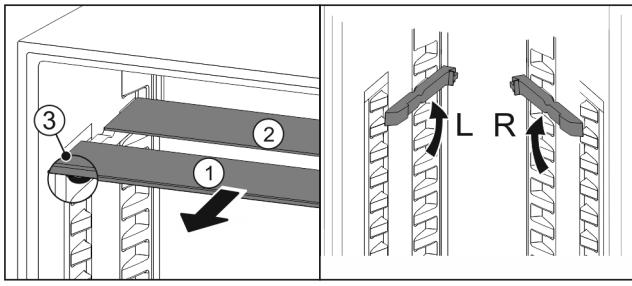

Fig. 90
- ▶ Vytiahnite sklené dosky jednotlivo dopredu Fig. 90 (1).
- ▷ Sklená doska Fig. 90 (1) s ozdobnou lištou leží vpred.
- ▷ Zarážky Fig. 90 (3) ukazujú nadol.